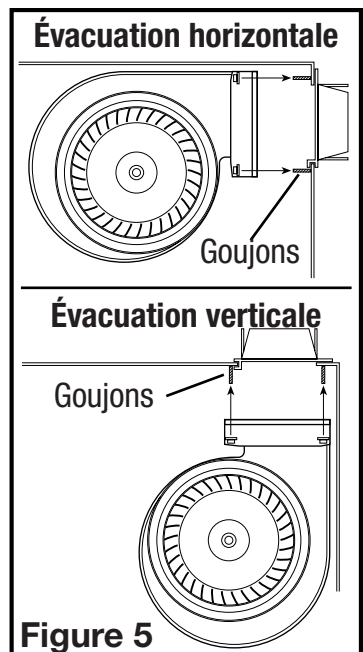

Figure 5
- Une fois l'ouverture du ventilateur dans la direction choisie, placez les supports de fixation du ventilateur (de chaque côté du ventilateur) au-dessus des goujons du ventilateur à l'intérieur de la hotte (**Figure 5**).
- Fixez le ventilateur à l'aide des 4 vis que vous avez enlevées plus tôt. Commencez à visser les écrous à la main, puis serrez-les à l'aide d'un tournevis à douille ou d'une clé à cliquet de 3/8 po jusqu'à ce qu'ils soient complètement enfoncés (**Figure 5**).